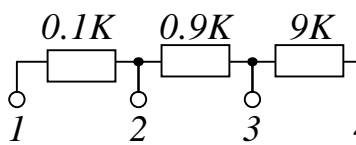

Рис. 1.19
**1.37.** На рис. 1.19 представлена схема дільника. Визначити напругу між затискачами 1 – 2, 1 – 3, 1 – 4, якщо на вхід дільника (затискачі 1 – 5) подана напруга 100 В.